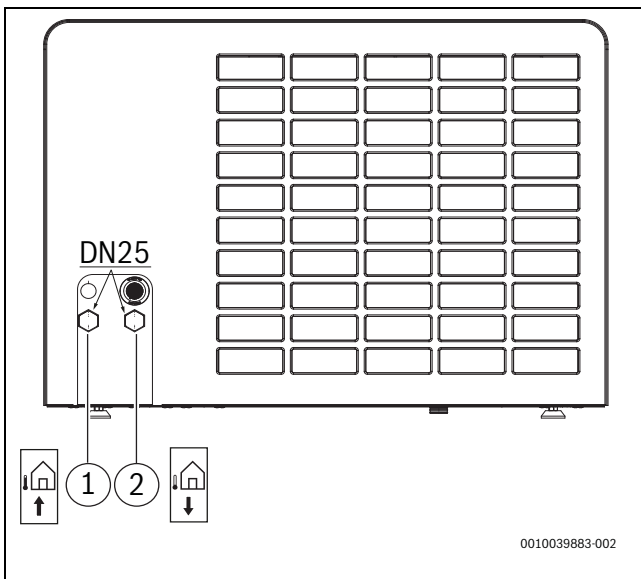

Bild 26 Anschlüsse der Wärmeträgerrohre; Beschreibung gilt für alle Größen
- ▶ Vorlaufleitung zur Inneneinheit an den Wärmeträgerausgang an-schließen (→ [1], Abbildung 26).
- ▶ Rücklaufleitung von der Inneneinheit an den Wärmeträgereingang anschließen (→ [2], Abbildung 26).